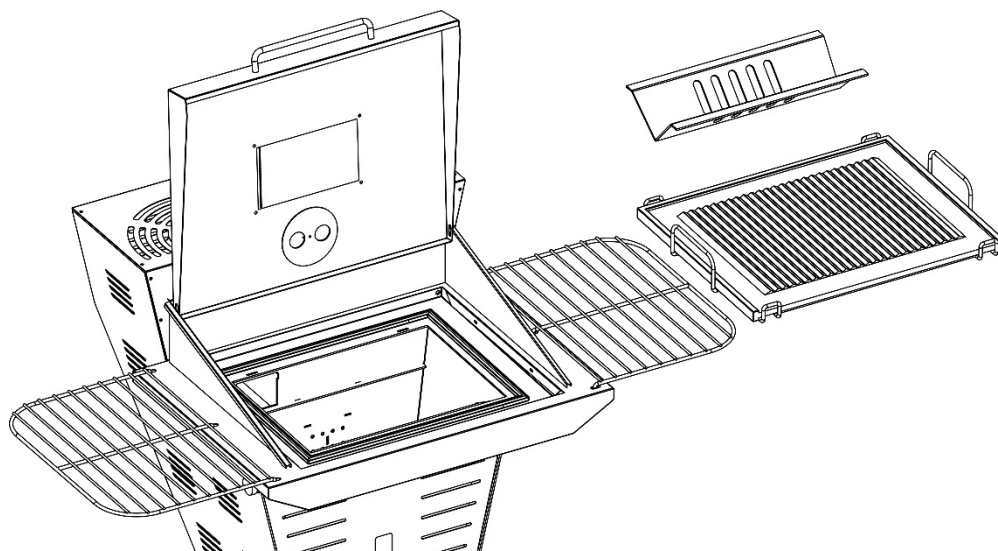

Abb.04
- Guß-Kochplatte und Flammenschild heraus nehmen (Abb.04)